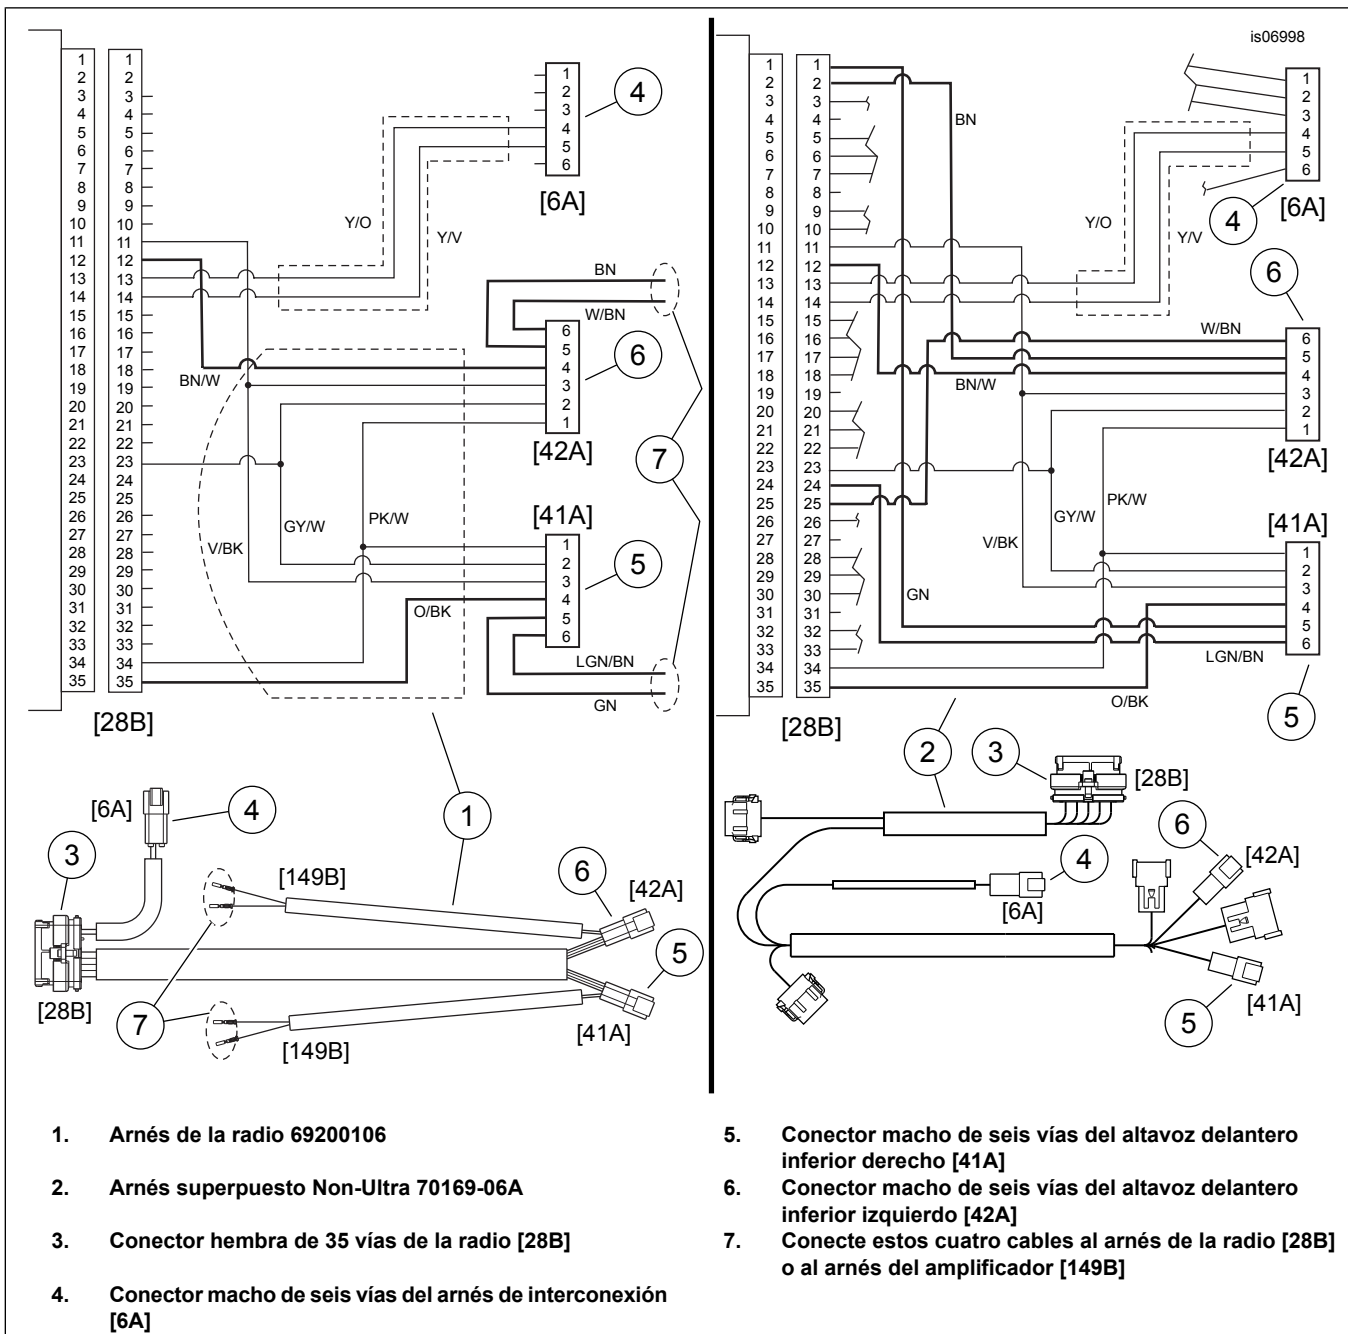

Figura 2. Diagramas de cableado del arnés de la radio/arnés superpuesto Non-Ultra
1. Vea Figura 2. Si aún no lo ha hecho, enchufe el conector hembra de 35 vías [28B] (3) del arnés de la radio (1) o del arnés superpuesto Non-Ultra (2) en la parte trasera de la radio. Conecte el conector macho de seis vías [6A] (4) al arnés de interconexión del vehículo. Asegúrelos con correas de cables.